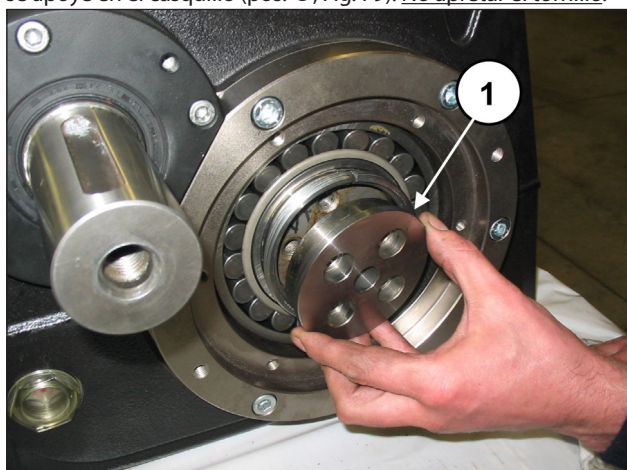

Fig. 78
Introducir las bridas de bloqueo del casquillo dentro de los casquillos cónicos (pos. ①, Fig. 78).